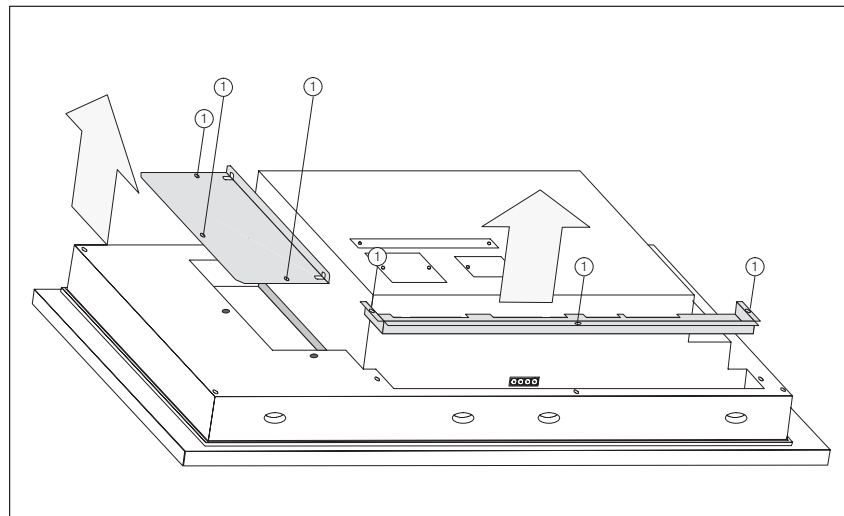

Figure 17-3 Dévisser les vis
2. Dévissez les vis repérées dans la figure 17-3 par ①.